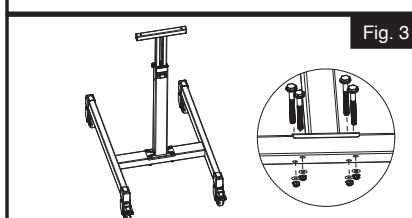

Fig. 3
5. Coloque el ensamblaje del marco de soporte sobre el marco base como se muestra, prestando atención a la orientación delantera y trasera. Inserte cuatro pernos M6 a través de los orificios y sujételos con las arandelas M6 y tuercas de fijación M6 usando llaves de 10 mm y 14 mm. (Fig. 3)